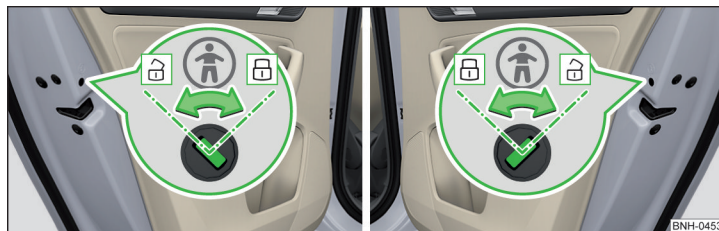

Fig. 51 Portiera spate: Activarea/dezactivarea siguranței pentru copii
- Pentru **activare**, rotiți siguranța cu cheia în poziția 🔒 » fig. 51.